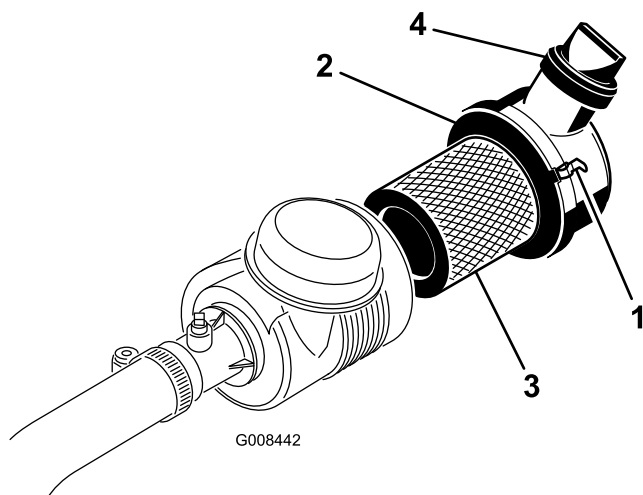

Figura 37
1. Rilasciate i fermi che fissano il coperchio del filtro dell'aria al relativo corpo (Figura 37).
6. Montate di nuovo il coperchio e chiudete i fermi (Figura 37).